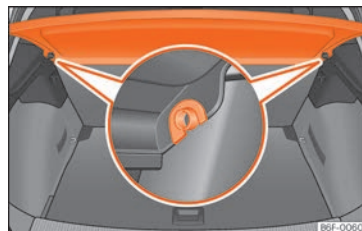

Fig. 126 Nel bagagliaio: smontare e montare il ripiano.
»» **fig. 126** tirandolo verso l'alto ed estrarlo.
- Inserire la copertura in modo orizzontale facendo coincidere la "mezzaluna" sull'asse dei supporti »» **fig. 126** e premendo verso il basso fino a far scattare l'innesto.